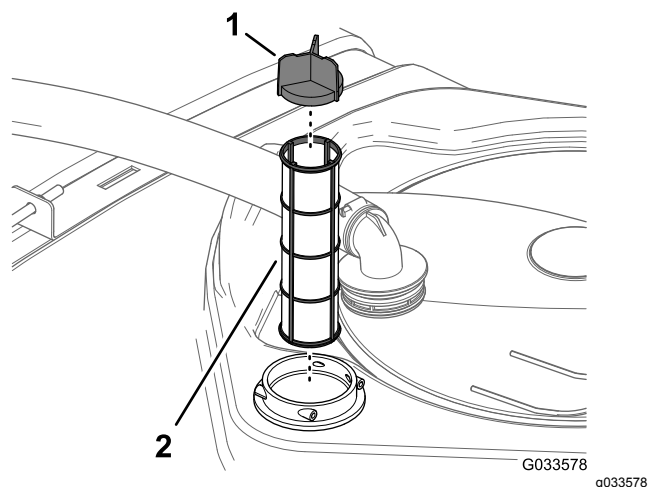

Figura 77
4. Retire o filtro de rede da sucção da estrutura do filtro de rede no depósito (Figura 77).